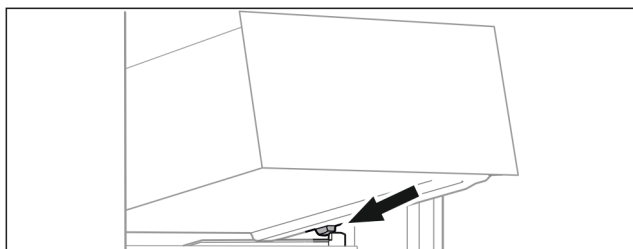

Fig. 104
- Nasad'te zásuvku šikmo za zarážky na žebrování na nádoby. (viz Fig. 104)